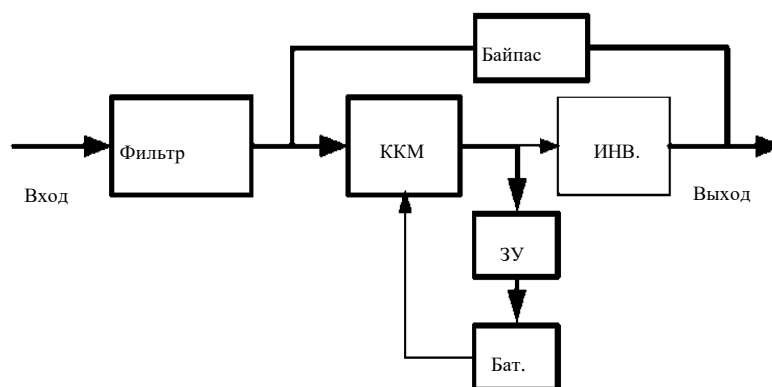

Рисунок 5 – Режим байпаса
4.3.1 Если инвертор выйдет из строя или перегружится, ИБП перейдет в режим байпаса. Или нажать «◀» + «▶», чтобы перейти в режим байпаса в обычном режиме. Нагрузка запитана непосредственно входной мощностью, и ИБП не может защитить нагрузку от перенапряжения (рисунок 5).